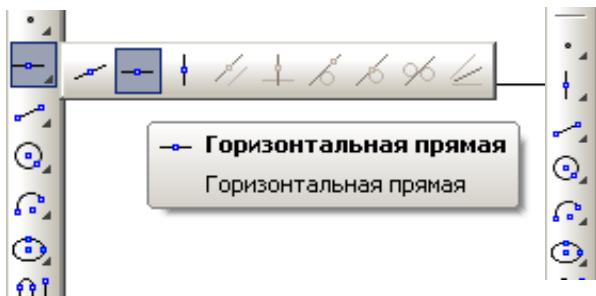
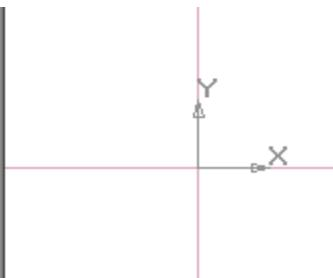

Рис. 2
Рис. 3
1. Начертите оси координат: на панели **Геометрия** выберете **Горизонтальная прямая** (рис. 2) и установите ее с помощью левой клавиши мыши в любом месте, повторите то же самое, выбрав **Вертикальную прямую**. Результат рис. 3.